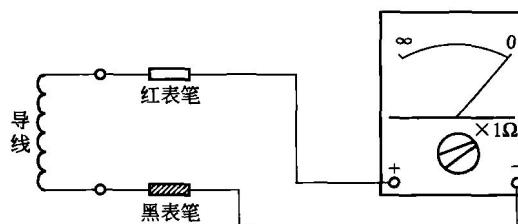

图 1-5 用万用表测量导线通断示意图
④ 应用举例 欧姆挡不但可以测电阻等一些元器件的阻值大小，还可以检测导线的通断，检测示意图如图 1-5 所示。图中带绝缘层的导线很长，无法知道它的通断，这时可用万用表欧姆挡进行检测。先将挡位选择开关置于  $\times 1$  挡，然后将红、黑表笔短接进行欧姆校零，再将红、黑表笔分别接导线的两端，观察表针的指示，现发现表针指示为  $0\Omega$ ，说明导线的电阻为  $0\Omega$ ，导线是正常导通的，如果表针指示的阻值为无穷大，则表明导线开路了。